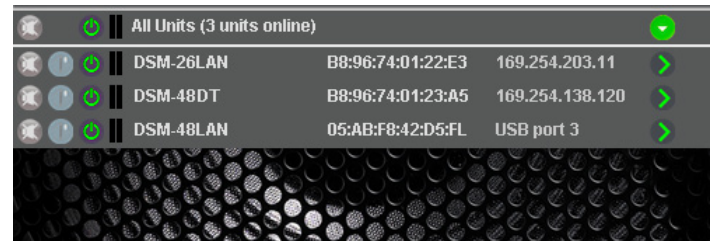

Abb. 15 Übersichtsfenster
- 2) Im Übersichtsfenster (Abb. 15) für das betreffende DSM-48DT über die Schaltfläche ☞ das Konfigurationsfenster mit der Hauptansicht (MAIN) aufrufen (☞ Kap. 7.3).
Das Übersichtsfenster (Abb. 15) wird angezeigt. Darin erscheint eine Liste aller verbundenen Geräte. In der oberen Zeile „All Units“ wird in Klammern angegeben, wie viele Geräte momentan „online“ sind, d. h. in aktiver Verbindung mit dem Computer stehen. Darunter gibt es für jedes Gerät eine Zeile mit verschiedenen Informationen und Funktionen:
Zur Konfiguration des Geräts in der Liste bei dem Gerät auf die Schaltfläche klicken (Abb. 15, 16).